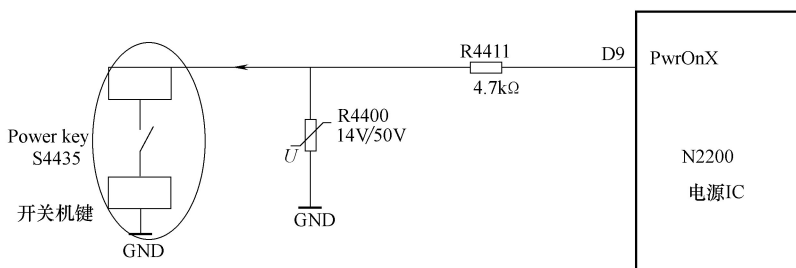

图 5-47 R4411 相关电路截图
1) 开机键无电流反应可能有三种原因: ①电池电压没有送到电源 IC, 导致电源无法输出 3V 开机触发电压; ②电源 IC 损坏无输出; ③电源 IC 的 D9 脚到按键开机线之间断路或 R4411 损坏。
2) 电阻 R4411 相关电路截图如图 5-47 所示。